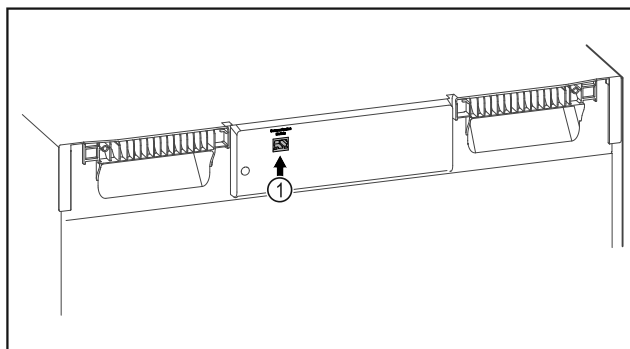

Fig. 82
- SmartModule Fig. 82 (1) naudojamas.